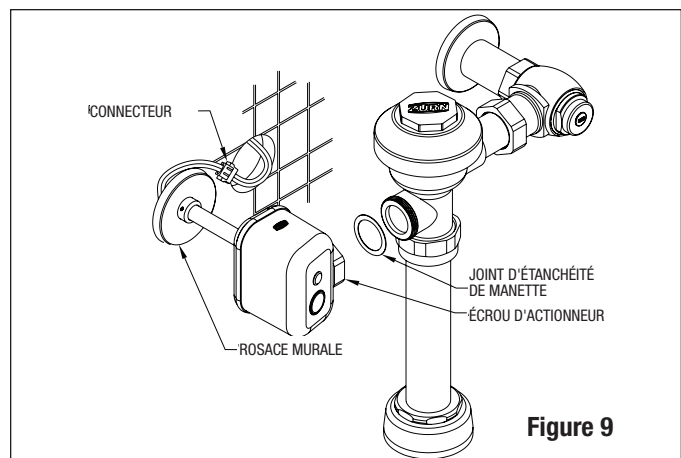

Figure 9
ÉTAPE 9 Installation de l'actionneur (figure 9)